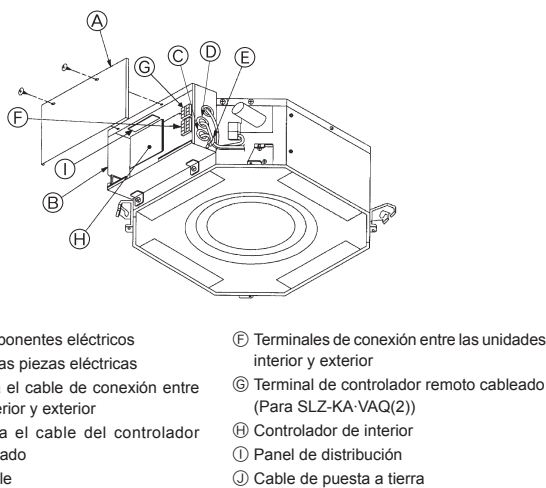
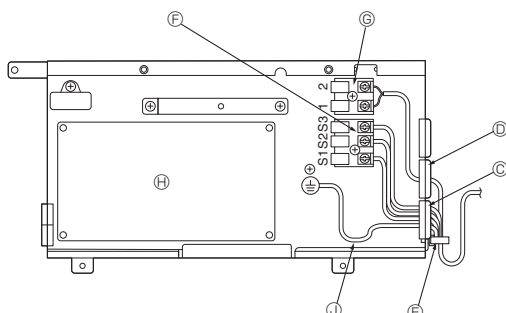

Fig. 7-2
Fig. 7-3
7.2. Unidad interior (Fig. 7-2) (Fig. 7-3)